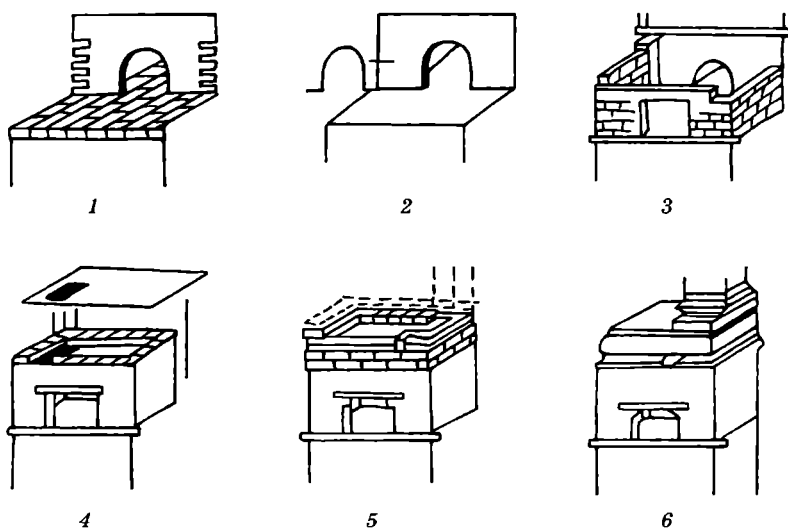

Рис. 90. Технология кладки глинобитной печи
Под в топке и основание шестка, его продолжение, выкладывают из кирпича плашмя (2) (рис. 90). Количество кирпичей в ряду зависит от ширины печи. Желательно, чтобы это был прочный кирпич. Дальний конец пода внутри топки должен быть повыше передней кромки шестка на 4–6 см. Это улучшает тягу. Выложить с таким уклоном основание поможет плотницкий уровень. Первым надо положить крайний кирпич шестка, вторым повыше кладут кирпич к задней стенке топки. Заданную разницу в уровнях видно под концом ровной доски над кирпичом на шестке, удерживаемой горизонтально по уровню, в то время как другой конец ее опирается